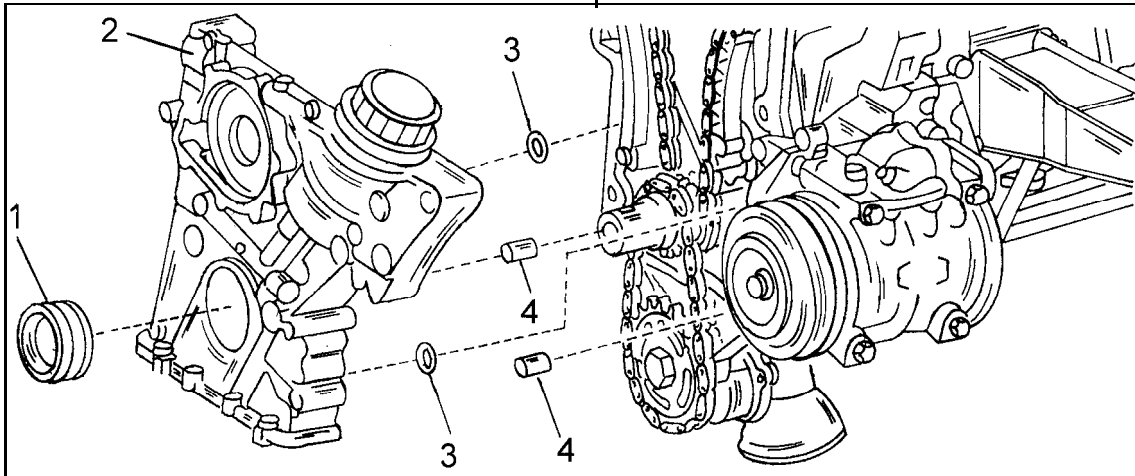

Bild 40
● Die Befestigungsschrauben des Steuerdeckels lösen und den Deckel abnehmen. Der Deckel wird mit zwei Passstiften geführt und muss vorsichtig abgedrückt werden. Dabei nicht die Zylinderkopfdichtung an den Pfeilstellen in Bild 39 beschädigen. Die Schrauben beim Einbau mit 21 Nm anziehen. Zu beachten ist, dass nicht alle Schrauben die gleiche Länge haben. Die Einbaulage entsprechend kennzeichnen. Bild 40 zeigt, wie der Steuergehäusedeckel an
Der Einbau des Steuerdeckels geschieht in umgekehrter Reihenfolge wie der Ausbau. Die Deckelfläche und die Fläche am Zylinderblock gründlich reinigen. Die beiden „Öl-Dichtringe“ (3) in Bild 40 in der Rückseite des Deckels erneuern. Die Deckelfläche mit Dichtungsmasse (Omnifit FD10) einschmieren. Darauf achten, dass diese nicht in den Ölraum („C“, Bild 39) für den Kettenspanner kommen kann.